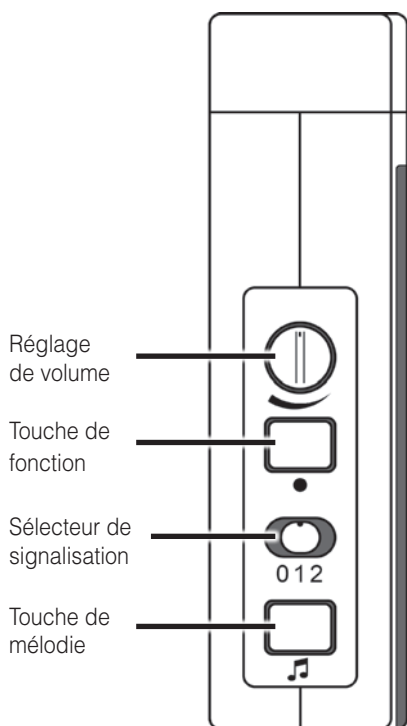

Figure 2 : Réglage et touches
À l'aide de l'interrupteur coulissant de sélection du signal (fig. 2 « 0 1 2 »), vous pouvez choisir le type de signalisation. Veuillez noter que les symboles sont toujours éclairés par des diodes électroluminescentes de couleur.
- a) Appuyez longuement sur la touche »●« (fig. 2). Les symboles s'allument les uns après les autres. Relâchez la touche dès que le symbole souhaité s'allume.
- c) Appuyez pendant 2 secondes sur la touche de sélection de la mélodie «♪» (fig. 2). Relâchez la touche et réappuyez sur la touche de sélection de la mélodie aussi souvent jusqu'à ce que vous ayez trouvé la séquence de son que vous souhaitez (15 séquences de sons au choix).
- a) Appuyez longuement sur la touche (fig. 2). Les symboles s'allument les uns après les autres. Relâchez la touche dès que le symbole souhaité s'allume.
- b) Poussez ensuite simultanément sur la touche «●» et la touche de sélection de la mélodie «♪» (fig. 2), jusqu'à ce que tous les symboles s'allument brièvement ensemble.
En poussant sur la touche «●» (fig. 2), le dernier signal émis peut à nouveau être affiché. De la même manière, un signal qui vient d'être émis peut être « effacé » en appuyant sur cette touche.